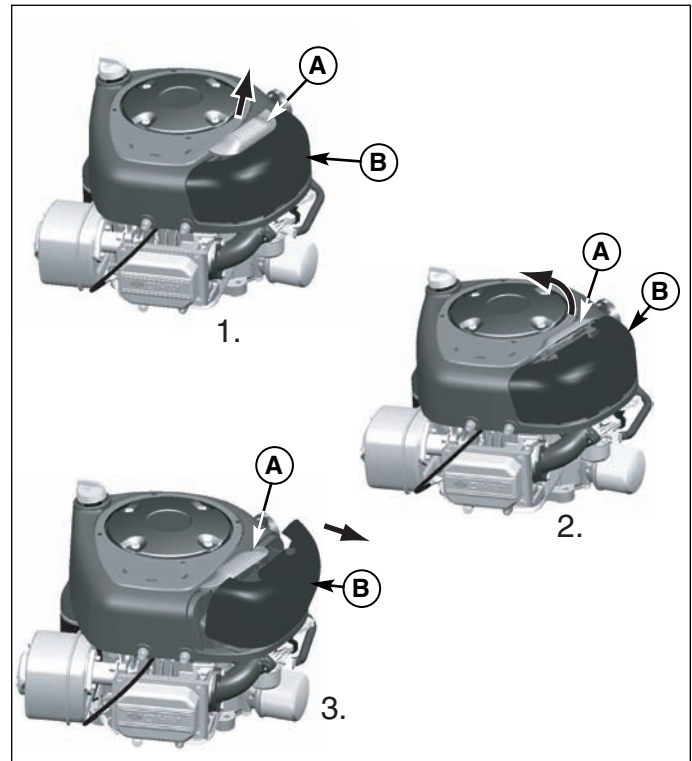
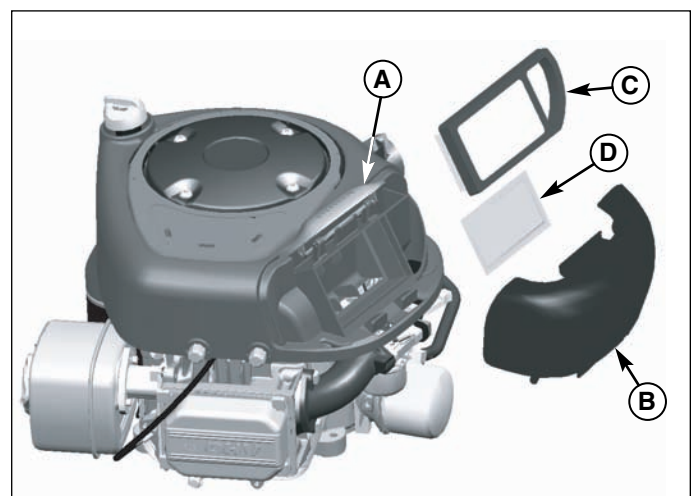

Figure 29. Système de filtrage d'air - modèles Briggs & Stratton mono-piston
Figure 30. Entretien du filtre à air - modèles Briggs & Stratton mono-piston
1. Soulever le verrou de filtre à air (A, Figure 29).
2. Tourner le verrou de filtre à air (A) vers l'intérieur.
3. Tirer le capot de filtre à air (B) vers l'extérieur pour le détacher.
4. Extraire le filtre à air (C, Figure 30) et le pré-dépoussiéreur (D), le cas échéant, du logement de soufflante.
5. Poser le pré-dépoussiéreur (D) avec le côté tamis vers le haut. Poser le filtre (C) comme sur l'illustration.
6. Poser le capot (B) en veillant à engager les languettes dans les rainures correspondantes. Fixer le verrou (A).